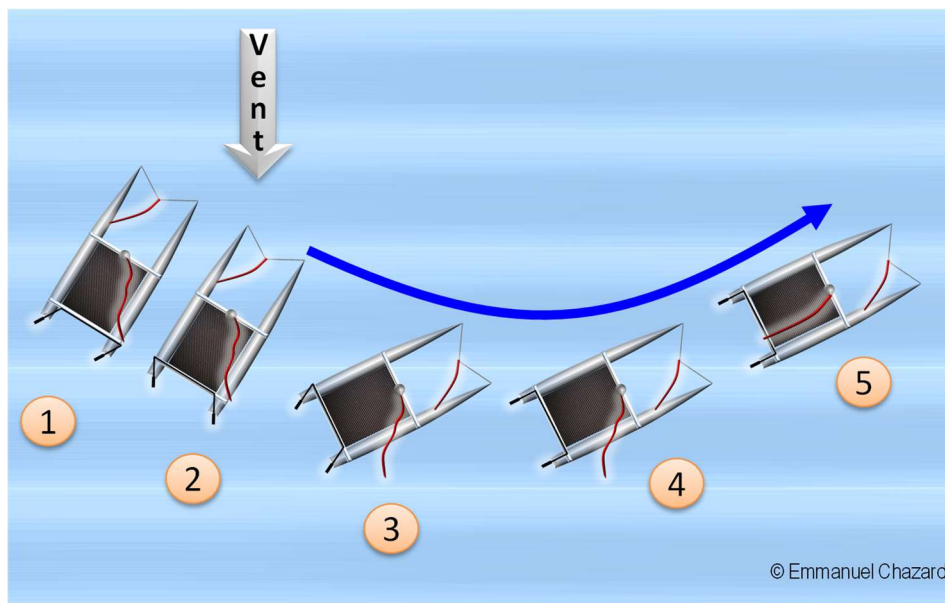

Figure 32. Départ d'un arrêt à la cape
Rappelons que le premier souci est d'abattre, et éviter ainsi tout virement de bord, puis seulement d'accélérer dans la bonne direction. La manœuvre décrite en Figure 32 est identique, que l'arrêt eût été fait en cape courante ou forcée. Cette
La manœuvre décrite en Figure 32 est légendée ci-dessous. Le catamaran est arrêté à la cape, en position de près (1). La première action est de **tirer la barre** (2). Il faut noter que, en cas de fort vent, les coéquipiers perçoivent des phases d'avancée et de recul : il vaut mieux alors tirer la barre à l'occasion d'une phase d'avancée. L'équipier peut ensuite **remettre le foc sur la bonne amure** (3). Ensuite, lorsque le catamaran est dans la bonne direction, le barreur **remet la barre droite** (4). Enfin seulement, tandis que le bateau avance, le barreur **borde la GV**. La GV ne doit pas être bordée tant que le bateau n'est pas dans la bonne direction ou n'avance pas.